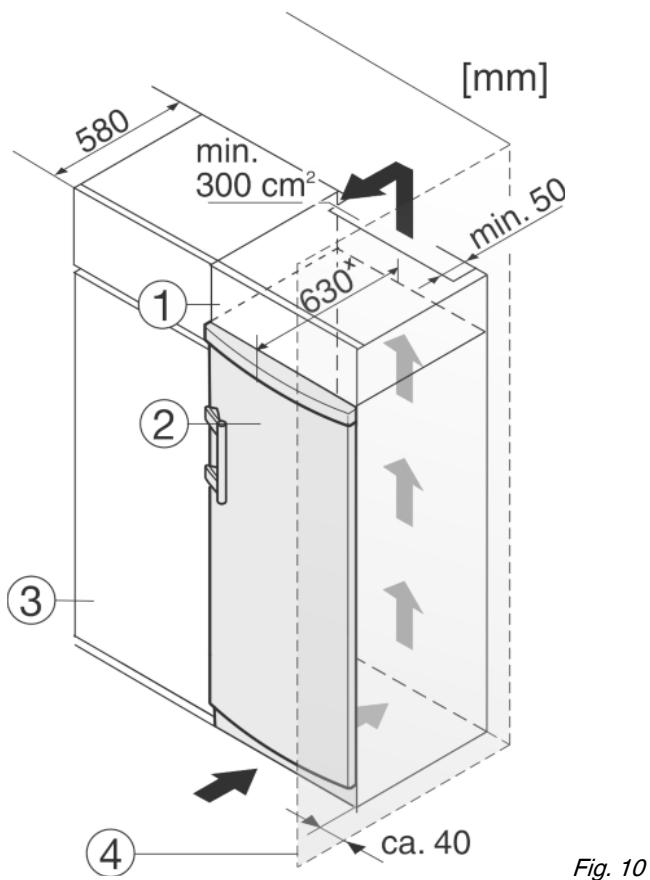

Fig. 10
Устройство может быть окружено кухонными шкафами. Чтобы уравнять устройство Fig. 10 (2) по высоте с кухонной стенкой, можно установить над устройством дополнительный шкафчик Fig. 10 (1).
При комбинировании с кухонными шкафами (глубина макс. 580 мм) устройство можно установить непосредственно рядом с кухонным шкафом Fig. 10 (3). Устройство выступает сбоку на 34 мм × и по центру на 50 мм × относительно передней стенки кухонного шкафа.
Если устройство установлено на шарнирах у стены Fig. 10 (4), то расстояние между устройством и стеной должно быть не менее 40 мм. Настолько выступает ручка при открытой дверце.